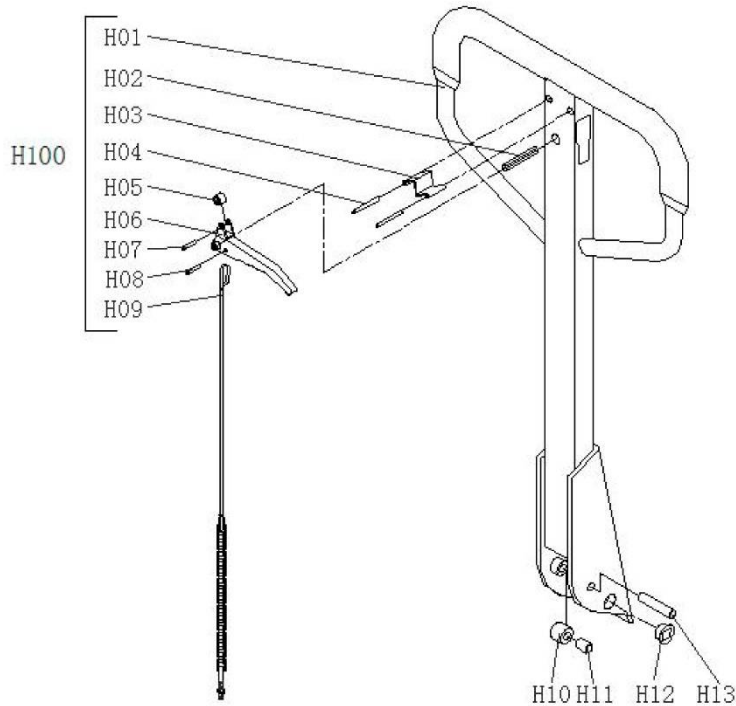

Abbildung 2.
- Setzen Sie die Achse (B 09) an einem Ende des Hydraulikgehäuses (B 101) ein und verbinden Sie dann das Hydraulikgehäuse (B 101) und die Deichsel (H100). Achten Sie auf die Position der Öffnung in der Achse (B 09), führen Sie den Stahldraht und die Mutter an der Kette (H09) durch die Öffnung in der Achse (B 09) (siehe Abbildung 2 und 3).